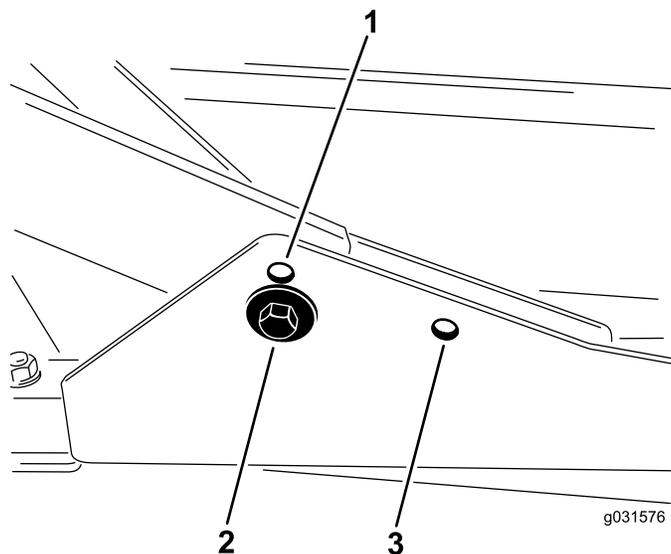

Рисунок 18
1. Для высоты скашивания в диапазоне от 2 до 7,6 см передние несущие рамы следует закрепить в нижних передних монтажных отверстиях (Рисунок 18).
- Для высоты скашивания от 6,3 до 10 см установите передние несущие рамы в верхние передние монтажные отверстия (Рисунок 18).
Закрепите задний режущий блок в задних монтажных отверстиях для любой высоты скашивания (Рисунок 18).